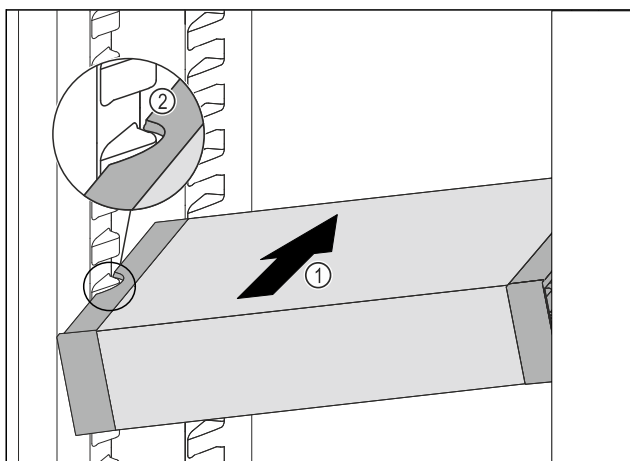

Fig. 135
- Zasuňte VarioSafe do chladničky pod úhlem tak Fig. 135 (1), aby vybrání na bocích Fig. 135 (2) VarioSafe byla na úrovni žebrování na nádoby v chladničce.